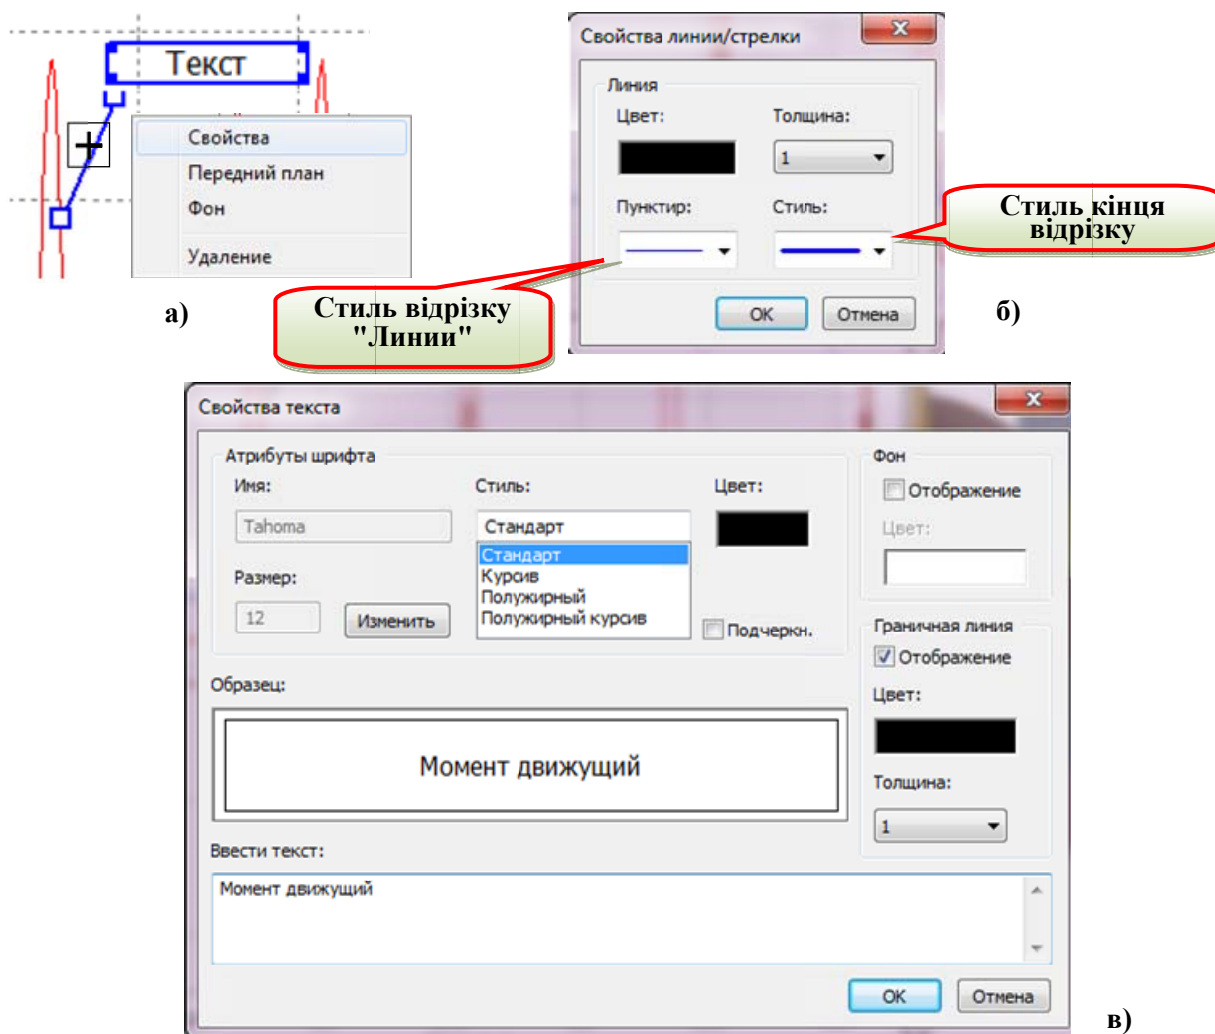

Рис. 9.4. Додавання відрізка та тексту у вікні графіка "УГВыв"
- "Добавить линию или стрелку"³⁴ - додавання відрізка в графічному вікні. Відрізок з'являється в тому місці вікна графіка, де перед тим клацнули мишкою (рис. 9.4, а). Щоб перемістити відрізок, потрібно натиснути лівою кнопкою на відрізок і не відпускаючи її, потягнути мишку. Або ж перемістити одну або обидві ручки (квадратики) на кінцях відрізка. Клацнувши правою кнопкою миші на відрізок і вибравши пункт "Свойства", можна відкрити контекстне меню "Свойства линии / стрелки" (рис. 9.4, б).
- "Добавить текст"²² – додавання текстового поля, яке можна використовувати для створення пояснення до кривої. Текст з'являється в тому місці вікна графіка, де перед тим клацнули мишкою (рис. 9.4, а). Клацнувши правою кнопкою миші на рамці з текстом і вибравши пункт "Свойства", можна відкрити контекстне меню "Свойства текста" (рис. 9.4, в).
Для введення змінної можна також встановити прапорець біля змінної в браузері пристрою графічного виводу (рис. 9.4). Під час введення виконується перевірка коректності імені та формули в режимі реального часу. Результати перевірки відображаються навпроти відповідного поля.